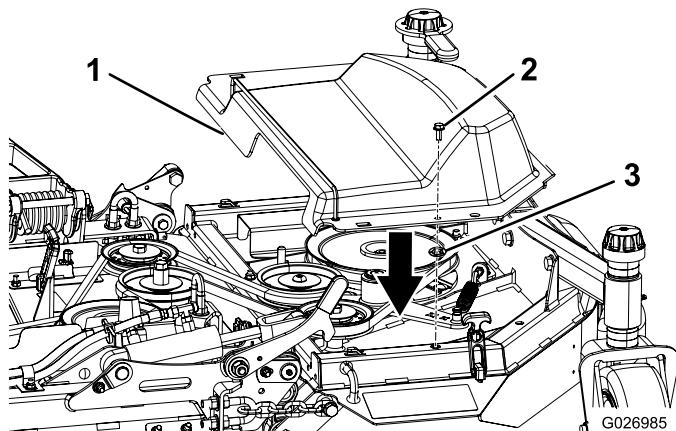

Figura 12
- Instale um parafuso e uma porca na cobertura de plástico direita (Figura 12).